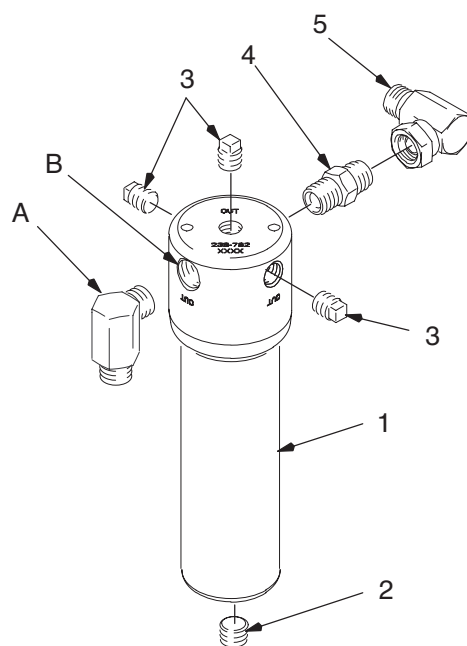

Рис. 1
1. Отсоедините колено (A) от выхода насоса. Присоедините его к выходу фильтра (B). См. Рис. 1.
2. Установите узел фильтра на насос, ввинтив колено фильтра (5) в выход насоса.